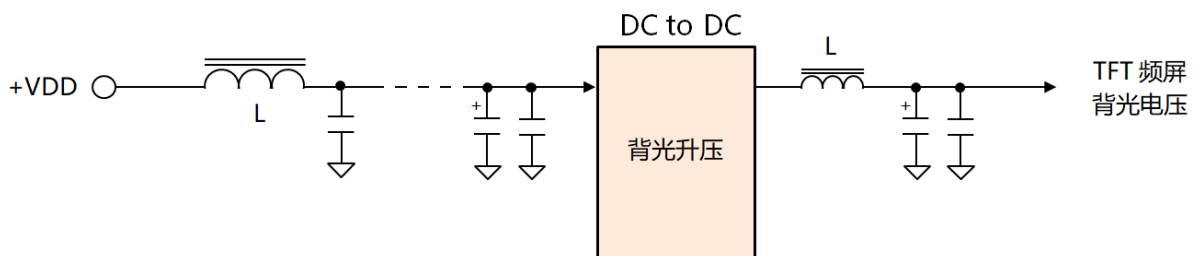

图 7: TFT 屏背光的 DC to DC 电源输入、输出端加上 LC 电路
- 产生 TFT 屏背光的 DC to DC 电源输入端、输出端除了原有的滤波电容外，再加上扼流圈（磁珠）及（如图 7、8）。